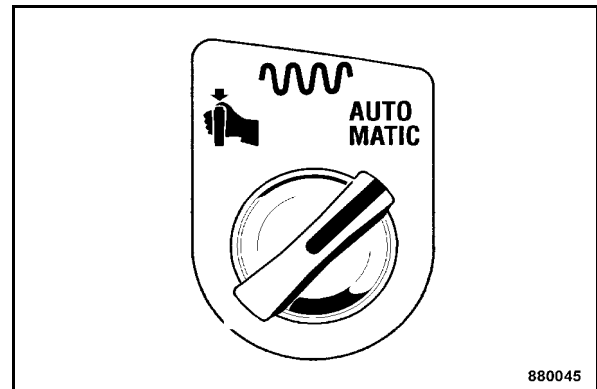

Fig. 76
- Tourner l'interrupteur rotatif, vibration manuelle ou automatique (Fig. 76) vers la droite sur position "AUTOMATIC".